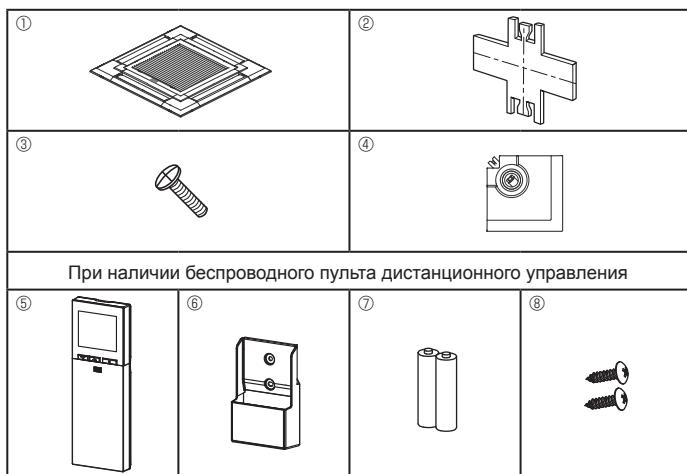

Fig. 7-1
7.1. Проверка содержимого комплекта (Fig. 7-1)